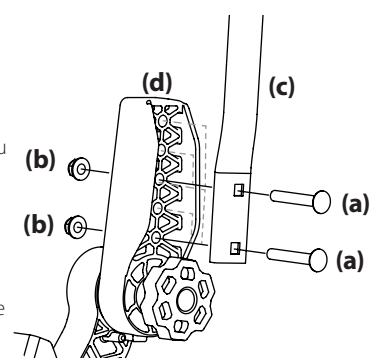

Figure 12
- Retirez les deux boulons de carrosserie (a) et les deux écrous autobloquants (b) qui fixent la barre de conduite (c) au dispositif de réglage (d). Voir Figure 12.
- Placez la barre de conduite à la hauteur désirée et retenez-la avec les boulons de carrosserie et les écrous autobloquants à bride. Voir Figure 12.
- Si les stabilisateurs ne sont pas alignés après le réglage du bouton, desserrez les écrous (b), alignez les stabilisateurs et resserrez les écrous. Une fois ce réglage fin effectué, les barres stabilisatrices s'alignent lors de l'ajustement du bouton. Voir Figure 12.